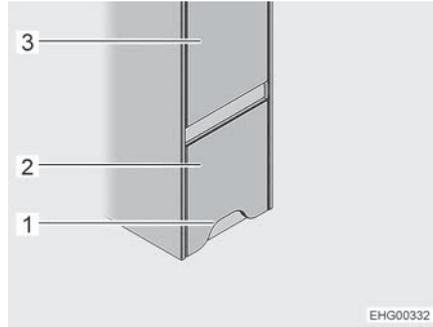
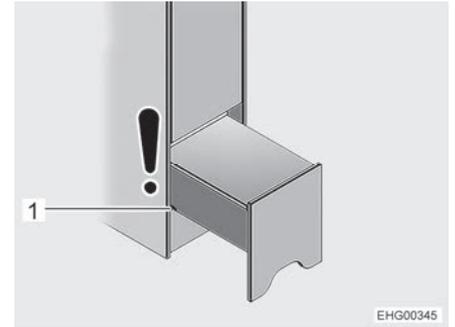

Fig. 80 Dispositivo de ascenso (cerrado)
Fig. 81 Dispositivo de ascenso (posición de noche)
El dispositivo de ascenso está instalado en el lado derecho del vehículo, debajo del armario ropero (Fig. 80,3) delante de la cama trasera.
- ▷ La puerta del cuarto de aseo se encuentra del lado opuesto del dispositivo de ascenso. Mientras que el dispositivo de ascenso sólo esté extraído parcialmente ("posición de noche", véase Fig. 81), todavía será posible abrir la puerta del cuarto de aseo. Si el dispositivo de ascenso está completamente extraído, para obtener acceso al compartimento de almacenamiento, ya no se podrá abrir completamente la puerta del cuarto de aseo.
- Agarrar el dispositivo de ascenso (Fig. 80,2) por el recorte (Fig. 80,1), levantarlo ligeramente y extraerlo hasta la primera ranura (Fig. 81,1) (posición de noche).